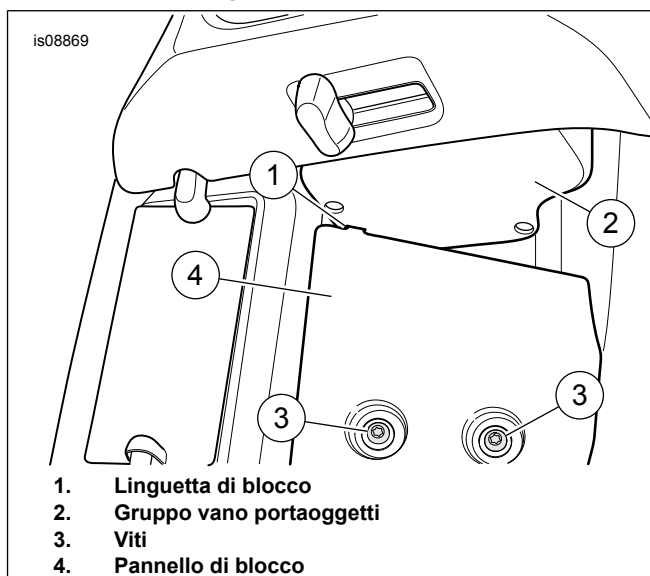

Figura 2. Linguetta bloccante e pannello di blocco
2. Vedere Figura 2. Dalla parte anteriore, rimuovere le viti (3), il pannello di blocco (4) e il vano portaoggetti (2). Scollegare la tiranteria dello sportello di sfianto.